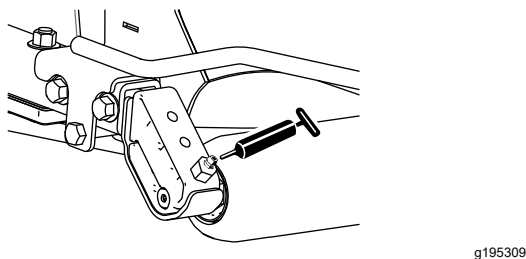

Figura 43
- 2 (por unidad de corte) cojinetes de rodillo trasero (Figura 43)